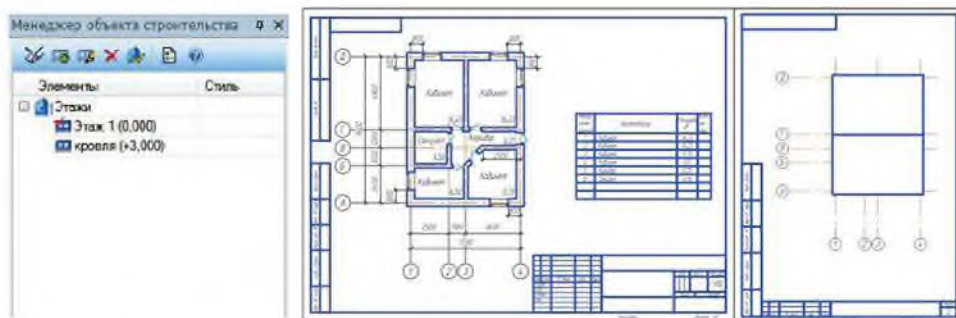

Рисунок 13.14 Настройка параметров первого этажа и кровли в *Менеджере объекта строительства*
1. Выберите последовательность *Библиотеки* → *Менеджер объекта строительства* → *Подключить Менеджер объекта строительства*. В открывшемся окне настройте параметры первого этажа и кровли: высотная отметка, высота этажа (рисунок 13.14).